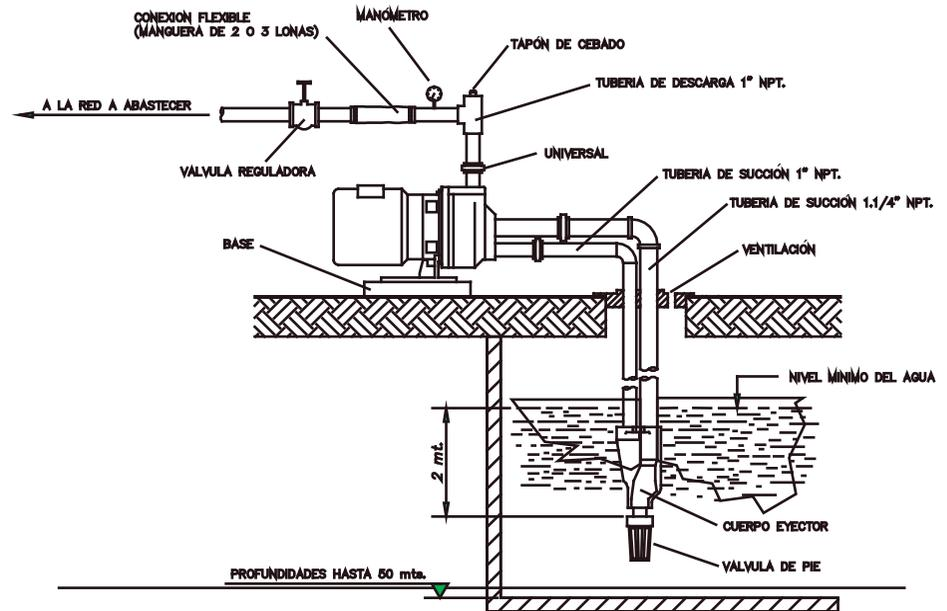

FIGURA 1. Instalación Típica en pozo profundo.
Un esquema de instalación típica se muestra en la figura 1.
- a. La longitud de la tubería de succión debe ser suficiente para que la válvula de pie quede sumergida como mínimo 2 mts. Por debajo del nivel del agua. (Ver figura 1)
- c. Toda la tubería debe tener los diámetros mínimos indicados en la figura 1 y las uniones entre tubos y accesorios deben estar perfectamente herméticas para evitar escapes de agua o entradas de aire. Utilizar sellantes adecuados y/o cinta de teflón en todas las uniones roscadas.